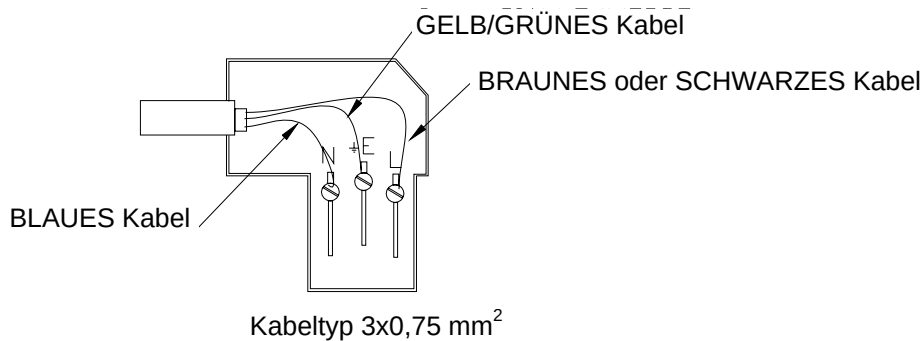

Abbildung 13 – Verkabelung des dreipoligen Steckers
2. Für den elektrischen Anschluss am Stromnetz einfach den mitgelieferten dreipoligen Stecker wie in Abbildung 13 gezeigt an ein Kabel 3x0,75 mm² anschließen.